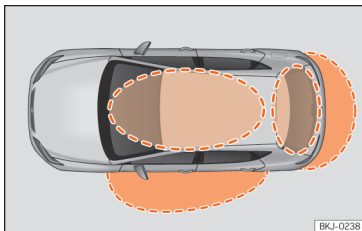
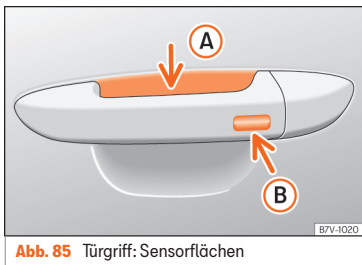

Abb. 84 Keyless Access: Näherungsbereiche.
Abb. 85 Türgriff: Sensorflächen
» Abb. 85
Keyless Access ist ein schlüsselloses Start- und Schließsystem, mit dem das Fahrzeug ohne aktive Fahrzeugschlüsselbenutzung ent- bzw. verriegelt werden kann. Dazu müssen sich lediglich ein gültiger Fahrzeugschlüssel im Erkennungsbereich für den Zugang zum Fahrzeug befinden » Abb. 84 und eine der Sensoren an den Türgriffen berührt werden » Abb. 85 » **!**
Befindet sich ein gültiger Schlüssler in einem der Funktionsbereiche » Abb. 84, erteilt das Schließ- und Startsystem Keyless Access diesem Schlüssel eine Zugangsberechtigung, sobald eine der Sensorflächen an den Vordertürgriffen betätigt wird.
- Umfassen Sie den Fahrertürgriff. Dabei wird die Sensorfläche »» Abb. 85 (A) (Pfeil) im Türgriff berührt und das Fahrzeug entriegelt sich.
- Berühren Sie *einmal* den Verriegelungssensor »» Abb. 85 (B) (Pfeil) am Griff der Fahrertür. Die Tür, an welcher der Griff betätigt wird, muss geschlossen sein.
- Berühren Sie *einmal* die Sensorfläche »» Abb. 85 (B) (Pfeil) am Griff der Fahrertür. Das Fahrzeug ist mit der „Safe“ »» Seite 108-Sicherheitssystem verriegelt. Die Tür, an welcher der Griff betätigt wird, muss geschlossen sein.
- Berühren Sie *zweimal* die Sensorfläche »» Abb. 85 (B) (Pfeil) am Griff der Fahrertür, um das Fahrzeug zu verriegeln, ohne das Sicherheitssystem „Safe“ zu aktivieren »» Seite 108.
Wenn sich ein gültiger Fahrzeugschlüssel in der Nähe »» Abb. 84 der Heckklappe befindet, entriegelt die Heckklappe beim Öffnen des verriegelten Fahrzeugs automatisch.
- Berühren Sie die Schließaste  auf dem Funkschlüssel und berühren Sie einmal innerhalb von 5 Sekunden die Verriegelungssensorfläche am Fahrertürgriff »» **Abb. 85** . Greifen Sie nicht am Türgriff, da sich das Fahrzeug sonst nicht verriegelt. Die Deaktivierung kann auch erfolgen, wenn das Fahrzeug über Fahrertürschloss verriegelt wird.
legen Sie einige Sekunden einen Finger auf den Verriegelungssensorfläche »» **Abb. 85**  (Pfeil) am Türgriff, bis die Seitenfenster und das Dach geschlossen sind.
Die Sensoren der Türgriffe können durch einen Wasser- oder Hochdruckdampfstrahl aktiviert werden, sofern sich ein gültiger Schlüssel in der Nähe befindet. Ist mindestens eines der elektrisch betriebenen Seitenfenster geöffnet und wird die Sensorfläche »» **Abb. 85**  (Pfeil) an einem der Türgriffe permanent aktiviert, schließen sich alle Fenster.